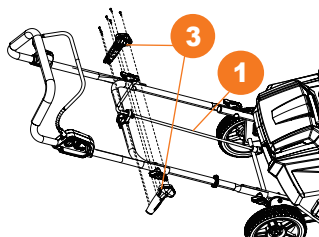

Рис. 6
- Установите левую и правую половинки рукоятки ③ на вал ①. Совместите отверстия в обеих половинках рукоятки и надежно закрепите их с помощью шести винтов (Рис. 6).